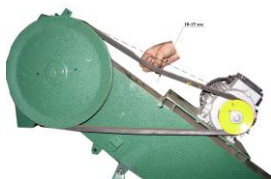

Рис. 8 Регулирование натяга ремня загрузочного элеватора
- отрегулируйте натяжение ремня при помощи регулировочного болта 32 (М8×40 ГОСТ7798-70) в количестве 2 шт.рис. 8;
Нормально натянутый ремень при нажиме усилием 40Н на середину ветви должен прогибаться на 10–15 мм, как показано на рис. 8.